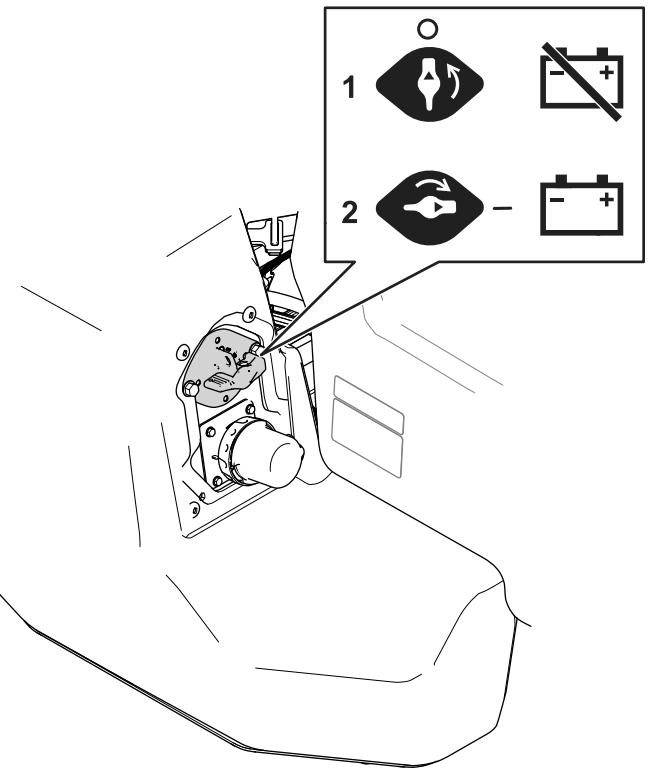

Figura 46
- Mueva el interruptor de desconexión de las baterías a la posición deseada, como se muestra en la Figura 46.